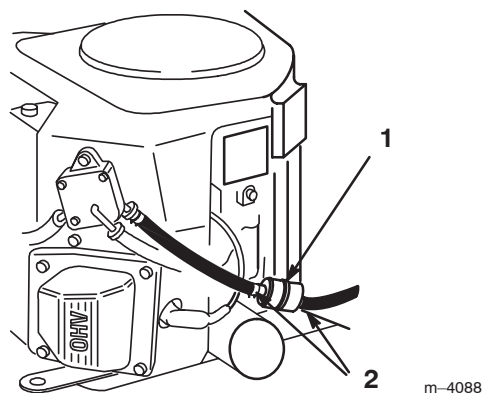

Figure 37
5. Pincez les extrémités des colliers et faites glisser ceux-ci pour les éloigner du filtre (Fig. 37).
7. Posez un filtre neuf et rapprochez les colliers de fixation du filtre (Fig. 37).
3. Fermez le robinet d'essence (Fig. 37).
4. Desserrez le collier de serrage au niveau du filtre à carburant et repoussez-le le long de la conduite d'alimentation pour l'éloigner du filtre (Fig. 37).
5. Débranchez la conduite d'alimentation du filtre à carburant (Fig. 37).
Remarque : Laissez l'essence s'écouler dans un bidon ou un bac de vidange (Fig. 37).
7. Raccordez la conduite d'alimentation au filtre. Rapprochez le collier de serrage du filtre pour fixer la conduite d'alimentation (Fig. 37).